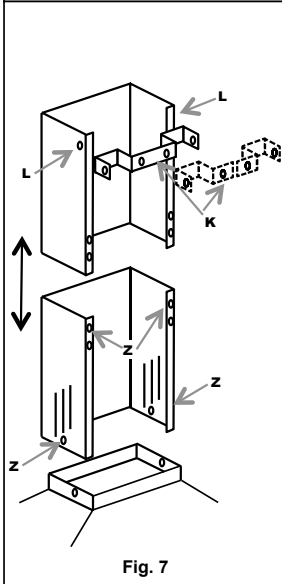

Fig. 7
- **MONTAJE DE LAS CHIMENEAS (fig. 7):**